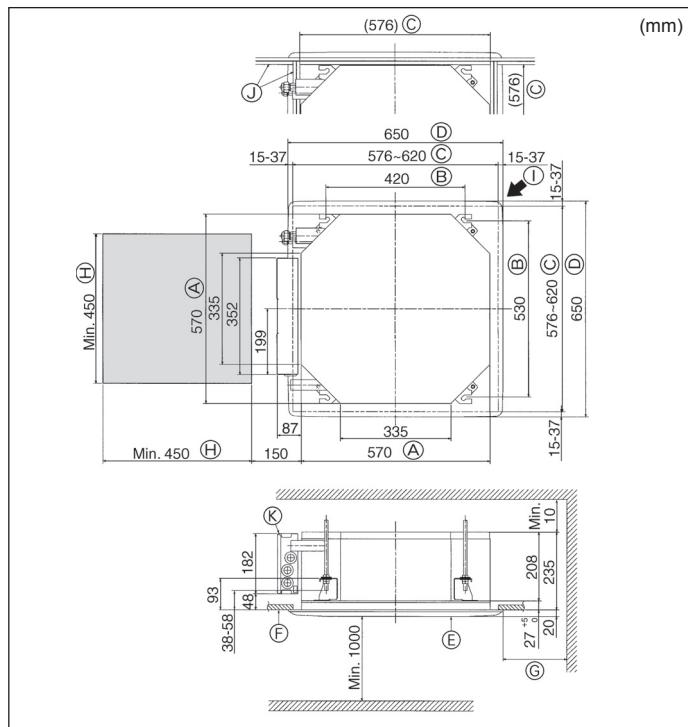

Fig. 4-2
⑤	Skrub med mellanlägg (M5 × 25) för montering av grill	4
⑥	Dräneringsmuff	1
⑦	Isolering	1
⑧	Fästspröv för ⑨ 3,5 × 16 (Svart) (För SLZ-KA-VAL(2))	2
⑨	Fjärrkontrollens hållare (För SLZ-KA-VAL(2))	1
⑩	Batteri (AAA) (För SLZ-KA-VAL(2))	2
⑪	Trådlös fjärrkontroll (För SLZ-KA-VAL(2))	1
4.2. Taköppning och installationsplatser för upphängningsbultar (Fig. 4-2)